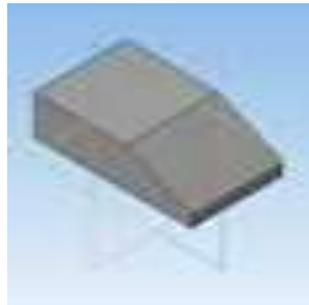

Рисунок 13.21 – Применение команды Вырезать выдавливанием – Через все
8. Выйдите из режима Эскиз. Выберите команду Вырезать выдавливанием – Через все (рисунок 13.21).